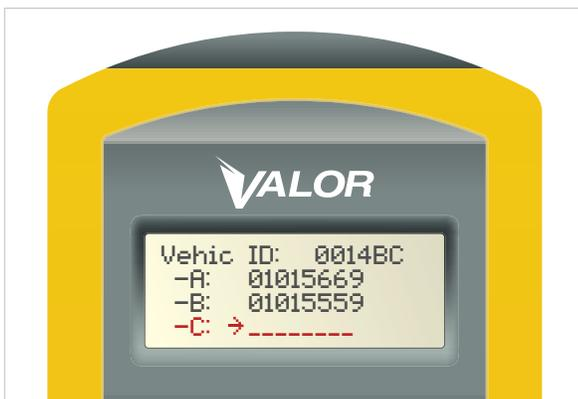

Figure 11
7. Une fois que le SmarTool a localisé le capteur, il indique son ID dans la position du capteur sélectionnée par l'opérateur. (Figure 11)